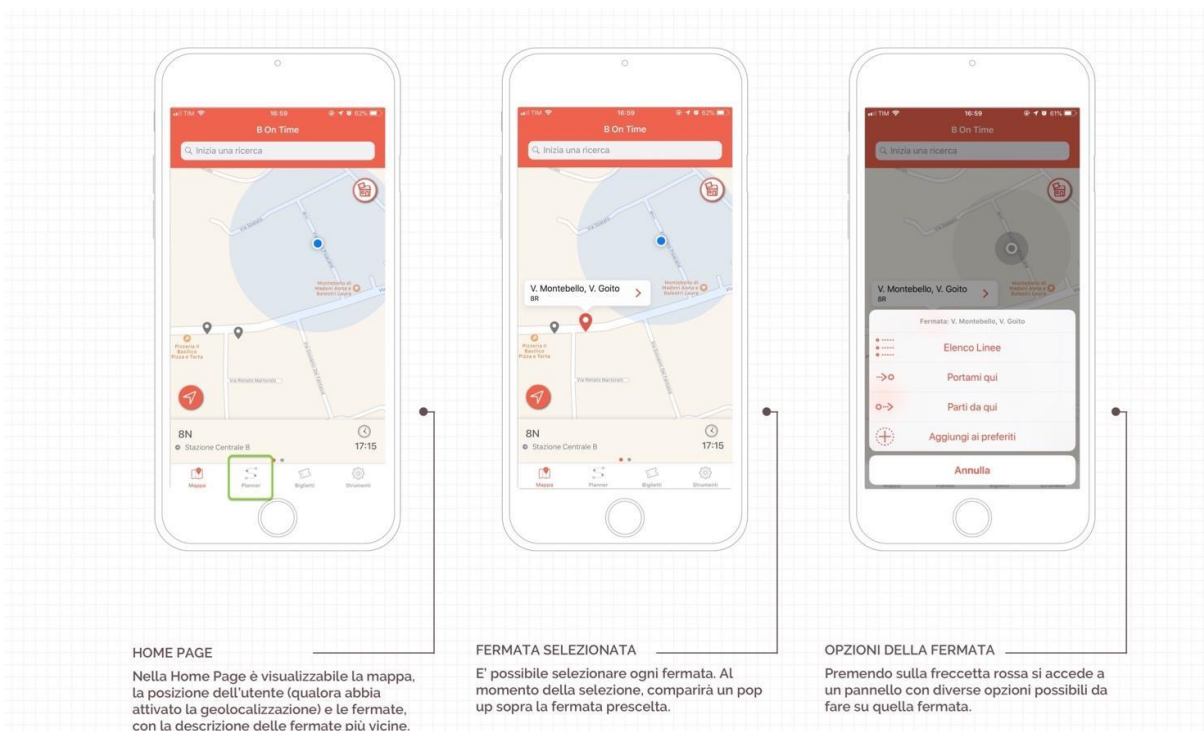

Figure 1
- Le planificateur de voyage peut être activé à partir de la page d'accueil en cliquant sur l'icône spécifique ou à partir de la fenêtre contextuelle qui s'ouvre chaque fois que vous cliquez sur l'icône d'un arrêt ou sur un point quelconque de la carte (figure 1) ;